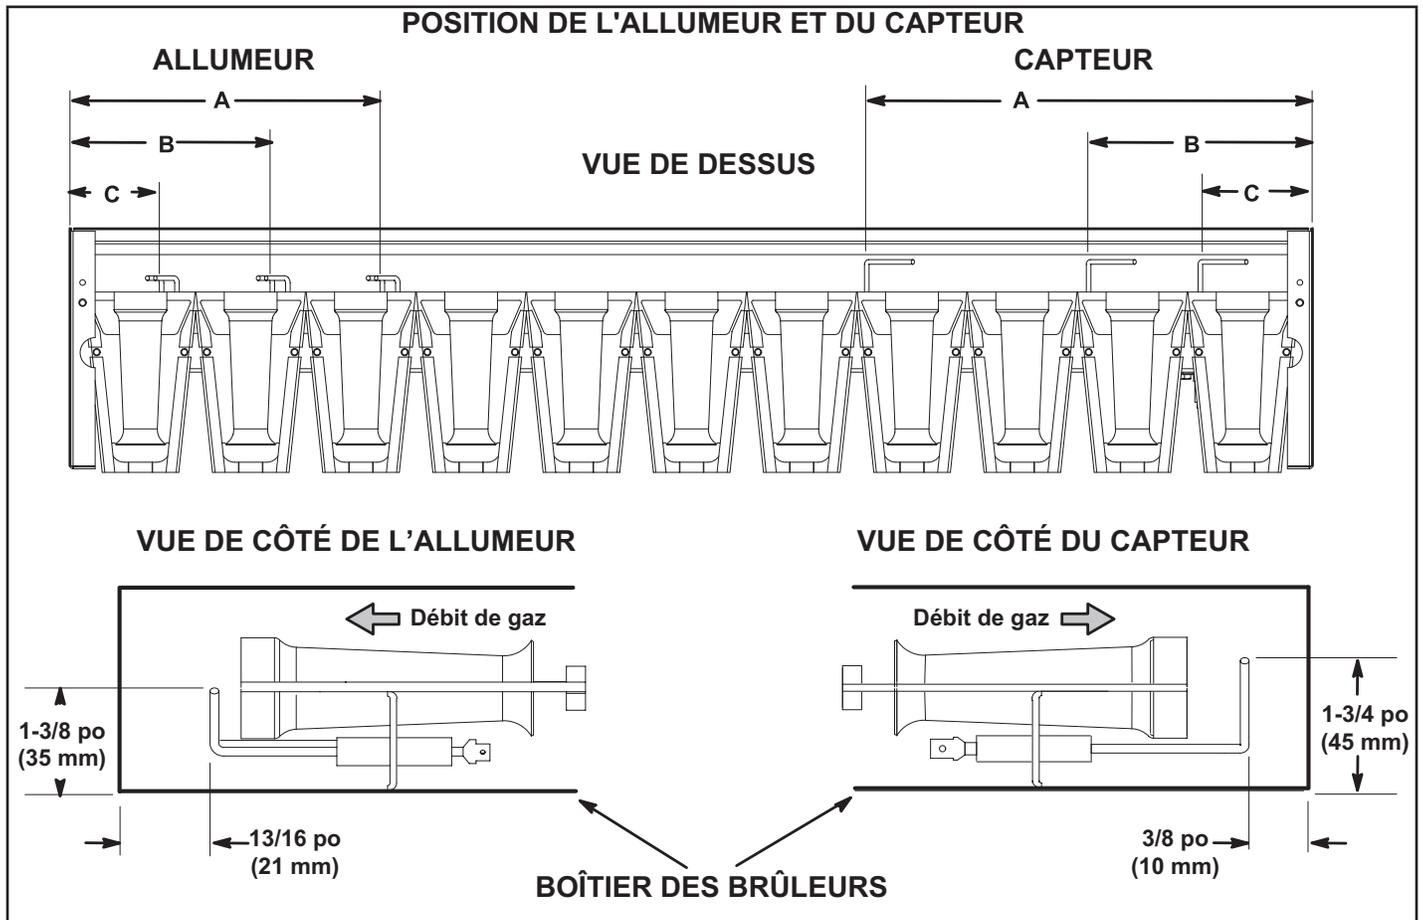

FIGURE 23
- 5 - Vérifiez l'alignement de l'allumeur et du capteur comme indiqué à la FIGURE 23 et au TABLEAU 16.